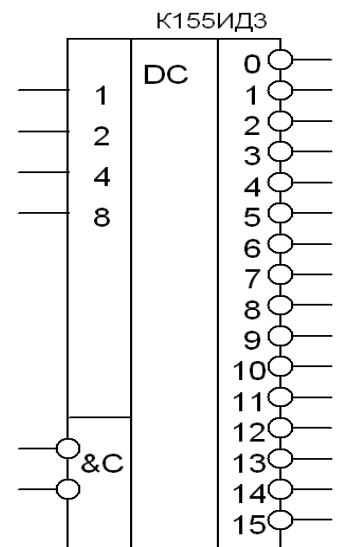
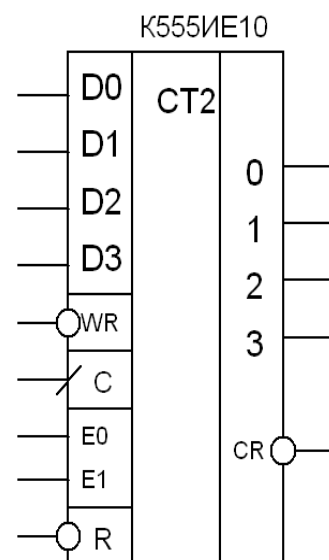
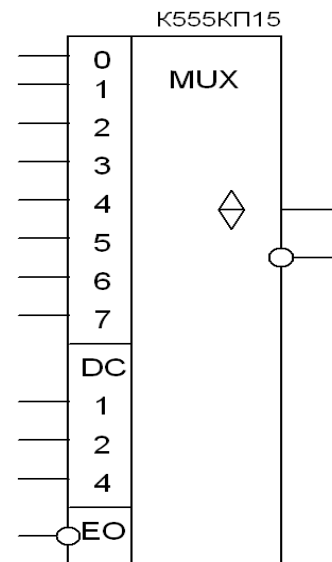
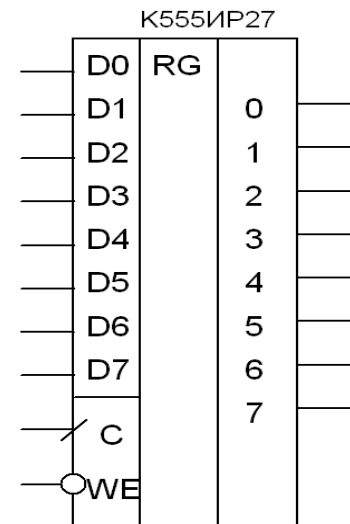

Рис.10
Рис.11
Рис.12
Рис.13
Вопрос 25. На входах микросхемы рис.10 поданы следующие логические сигналы: вход 1 – «1»,
Вопрос 26. На входах микросхемы рис.10 поданы следующие логические сигналы: вход 1 – «1», вход 2 – «1», вход 4 – «0», вход 8 – «1», входы С – «1». На каком выходе будет сигнал и какой полярности?
Вопрос 27. В исходном состоянии в десятичный счетчик (рис.11) записано число «0111». На входы E0, E1, WR и R поданы сигналы логической «1». Какое число будет на выходе при поступлении на вход С десяти импульсов?
Вопрос 28. В исходном состоянии в десятичный счетчик (рис.11) записано число «0101». На входы E0, E1, WR и R поданы сигналы логического «0». Какое число будет на выходе при поступлении на вход С девяти импульсов?
Вопрос 29. В исходном состоянии в десятичный счетчик (рис.11) записано число «0111». На входы E0, E1 поданы сигналы логического «0», вход WR – логического «0» и на R логической «1». Какое число будет на выходе при поступлении на вход С девяти импульсов?
Вопрос 30. В исходном состоянии в десятичный счетчик (рис.11) записано число «1001». На входы E0, E1, WR и R поданы сигналы логического «1». При поступлении какого количества импульсов на выходе CR появится сигнал?
Вопрос 31. На входы микросхемы рис.12 поданы следующие (сверху вниз) сигналы: 0 – 1; 1 – 1; 2 – 0; 3 – 1; 4 – 0; 5 – 0; 6 – 1; 7 – 0; 1 – 1; 2 – 0; 3 – 1; ЕО – 0. Какой уровень сигнала будет на прямом и инверсном выходах?
Вопрос 32. На входы микросхемы рис.12 поданы следующие (сверху вниз) сигналы: 0 – 1; 1 – 1; 2 – 0; 3 – 1; 4 – 0; 5 – 0; 6 – 1; 7 – 0; 1 – 0; 2 – 0; 3 – 1; ЕО – 1. Какой уровень сигнала будет на прямом и инверсном выходах?
Вопрос 33. На информационных входах микросхемы на рис.13 присутствует код – 01110100. При каких сигналах на входах С и WE, на выходах появится такой же код?
- А) На рис.10. Б) На рис.11. В) На рис. 12. Г) На рис.13.